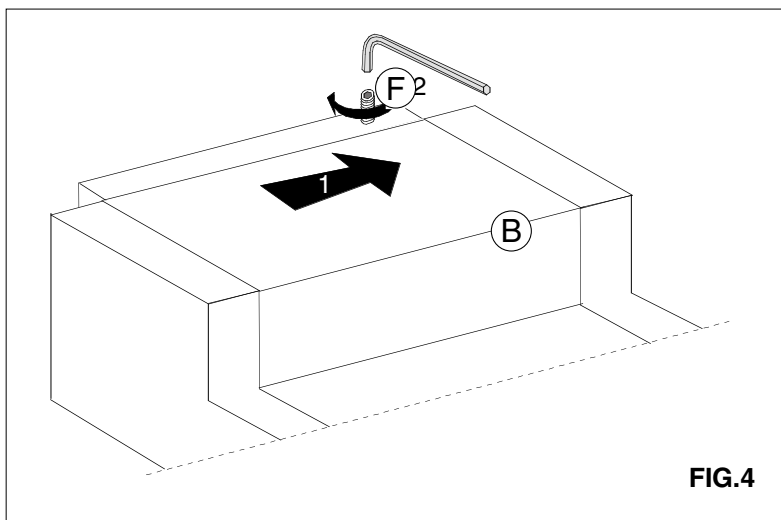

FIG.4
- Agganciare il corpo lampada **B** spingendolo verso destra e bloccarlo avvitando il grano **F**. **FIG.4**
- Mount the body **B** pushing it to the right and lock it by tightening the grain **F**. **FIG.4**
- Fixer le corps **B** en le poussant vers la droite et le bloquer en serrant le grain **F**. **FIG.4**